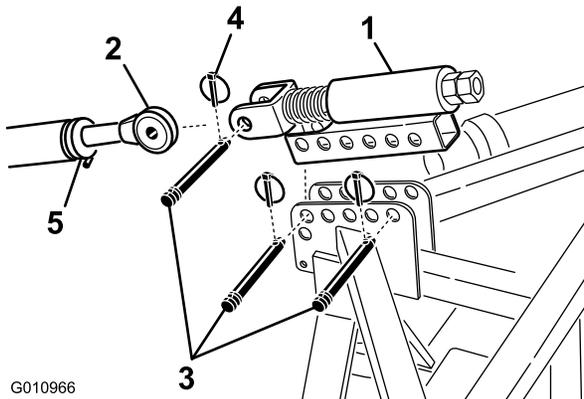

Figure 10
1. Montez le bras de liaison supérieur à ressort sur le support d'aérateur avec deux axes d'articulation et goupilles à anneau (Figure 10)
2. Desserrez le contre-écrou sur le vérin supérieur du tracteur. Réglez la longueur du vérin supérieur jusqu'à ce qu'il s'aligne sur la chape du bras de liaison supérieur à ressort de l'aérateur (Figure 10).
3. Accouplez le vérin supérieur du tracteur à la chape du bras de liaison supérieur à ressort avec un axe de chape et une goupille à anneau (Figure 10).
6. Tournez le vérin supérieur jusqu'à ce que le ressort soit comprimé d'environ 13 mm (Figure 10).